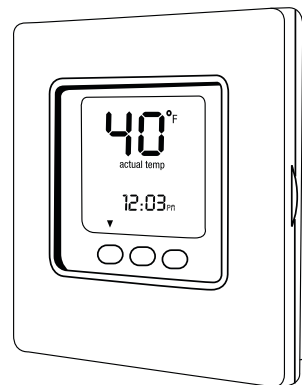

Figure 16 – Réglage de la température la plus basse
1. Réglez le thermostat de la pièce à la température la plus basse, puis réglez le mode à la position d'arrêt (OFF). Consultez la figure 16.